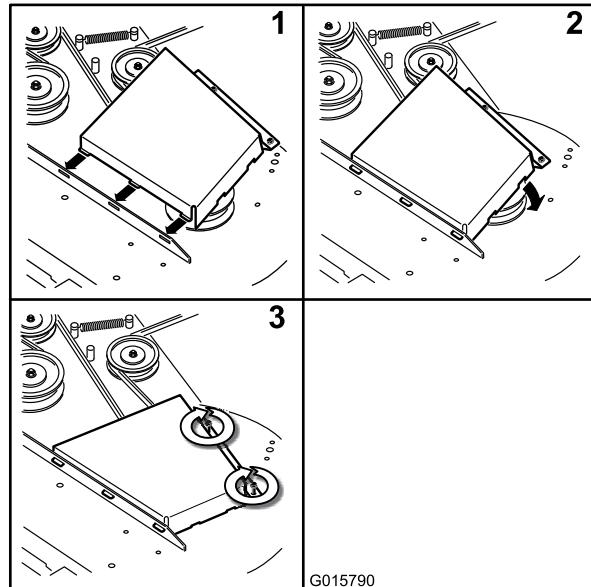

Figure 69
11. Posez les couvercles de courroie (Figure 69).